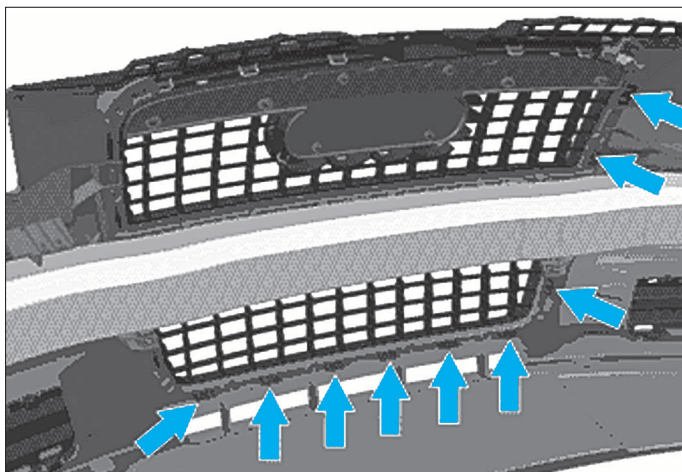

FIG. 6
- Déverrouiller les agrafes (flèches) du bouclier (Fig.6).